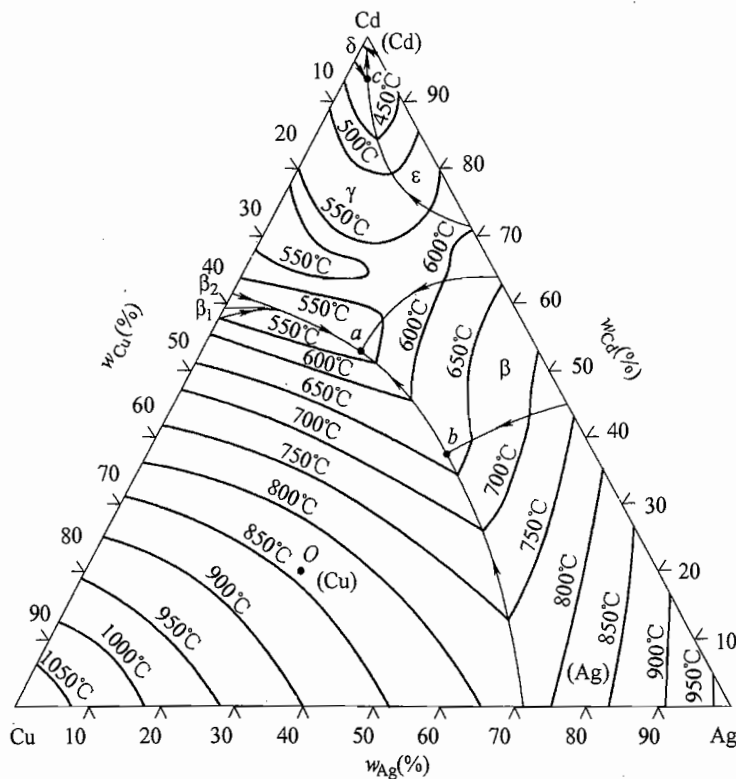

图 43-4 第五题第 1 小题图
1. (10分) $\text{Cu}-\text{Cd}-\text{Ag}$ 三元合金液相面投影图如图 43-4 所示。写出图中 O 点合金的成分, 并估计它的熔点; 分别写出图中 a 、 b 、 c 点成分的液相所参与的